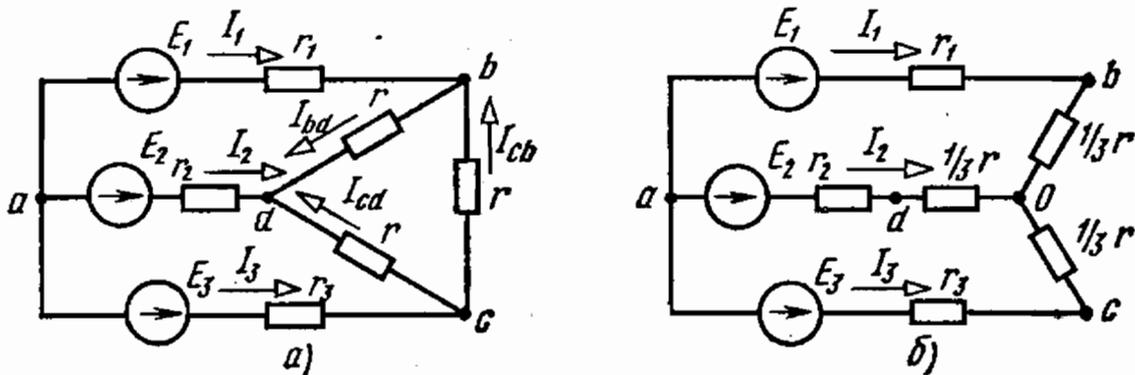

Рис. 1.51
1.51. На рис. 1.51, а показана схема цепи, э. д. с. источников и сопротивления резисторов которой заданы равными $E_1 = 120$ В;
Указание. Для решения задачи целесообразно преобразовать треугольник bcd в эквивалентную звезду (рис. 1.51, б).